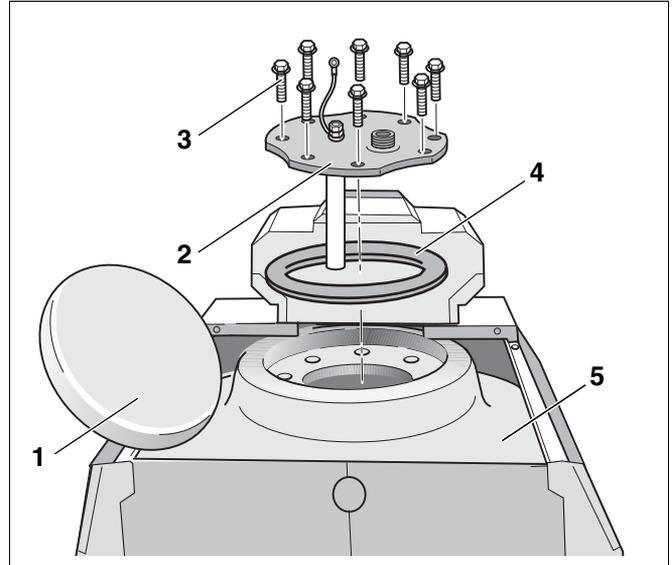

Abb. 51 Handlochdeckel demontieren
- Wärmeschutzscheibe (Abb. 51, **Pos. 1**) abnehmen.
- Sechskantschrauben (Abb. 51, **Pos. 3**) aus dem Handlochdeckel (Abb. 51, **Pos. 2**) herausdrehen.
- Handlochdeckel mitsamt Magnesiumanode (Abb. 51, **Pos. 2**) vom Speicher-Wassererwärmer (Abb. 51, **Pos. 5**) abnehmen.
- Dichtung (Abb. 51, **Pos. 4**) abnehmen.
- Ersetzen Sie die Dichtung (Abb. 51, **Pos. 4**, Seite 52) bei eventuellen Verschleißerscheinungen!
- Handlochdeckel (Abb. 51, **Pos. 2**, Seite 52) mit Dichtung (Abb. 51, **Pos. 4**, Seite 52) wieder einsetzen.